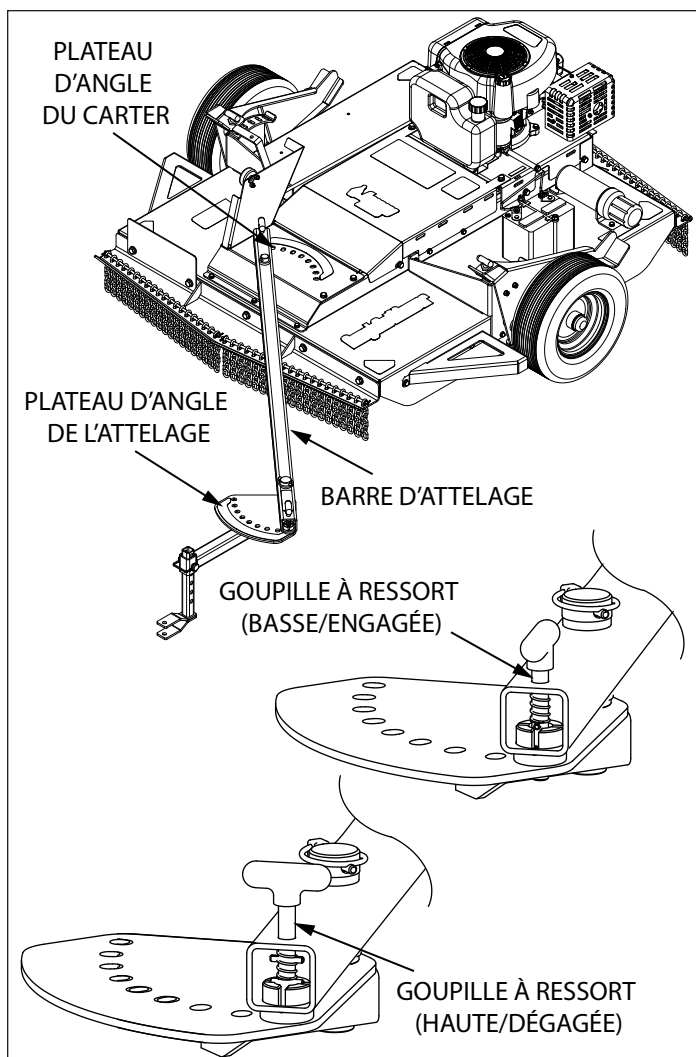

FIGURE 7 : RÉGLAGE LATÉRAL DE LA BARRE D'ATTELAGE
- a. Soulever le bouton de la goupille d'arrêt à ressort de la barre d'attelage et le tourner de 90 degrés pour bloquer la goupille en position haute/dégagée. **VOIR FIGURE 7**